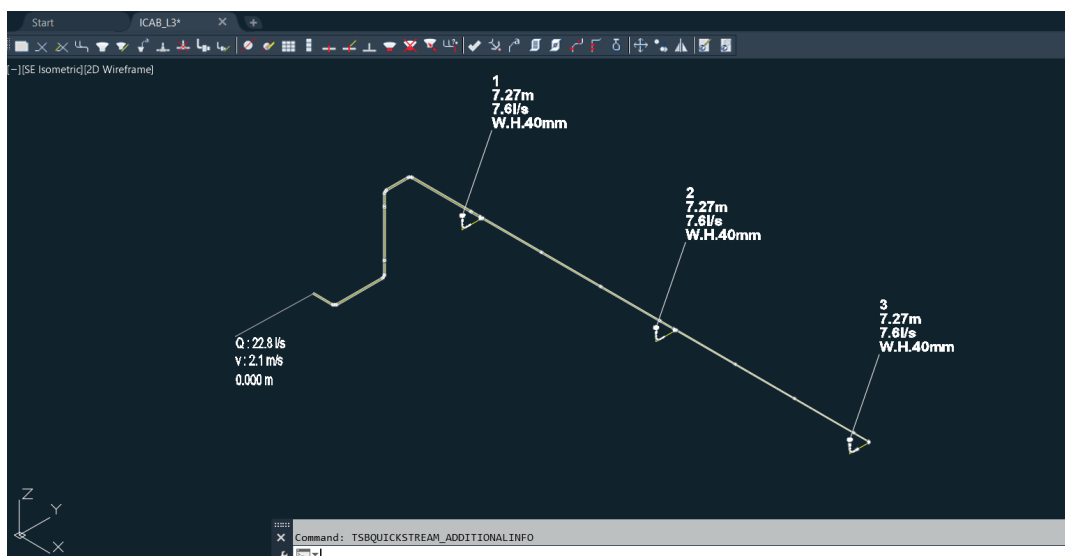

Figura 9. Trazado de la red en entorno Autocad.
4. Se procede a realizar el trazado de la red usando el software de diseño que usa como plataforma Autocad (Ver Figura 9).